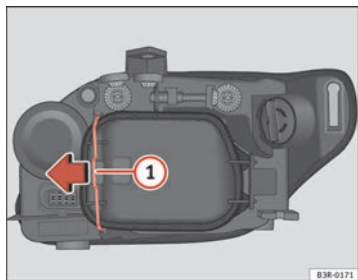

Fig. 210 Luz de posición (lado exterior vehículo)
- Desplace el tirante ⇒ fig. 210 ① en el sentido de la flecha y saque la tapa rígida separando primero el lado del tirante y sacando después las dos pestañas del extremo contrario de la tapa.